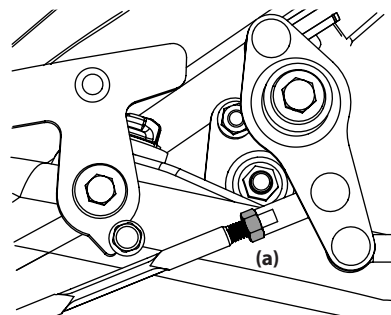

Figure 4-23
4. Desserrez le contre-écrou (a) et placez la transmission à la position neutre. Voir Figure 4-23. Procédez de la même façon sur l'autre côté de la tondeuse.